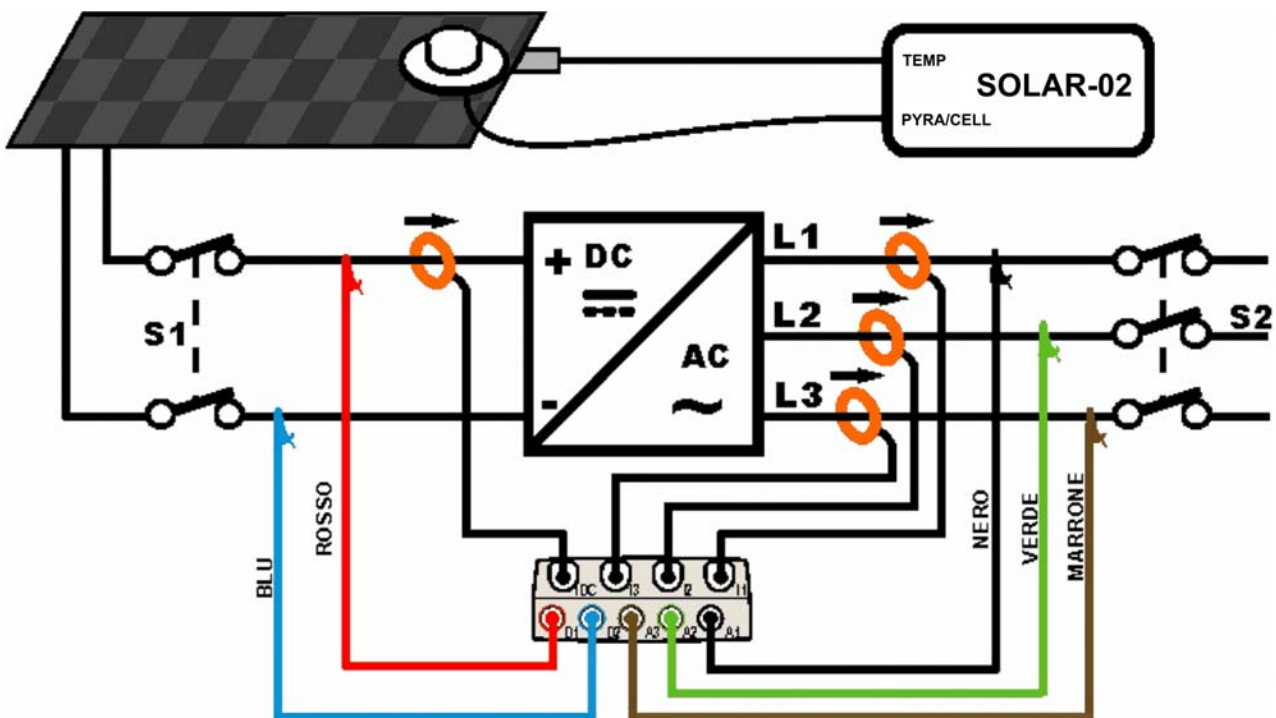

Fig. 169: Collegamento dello strumento in un sistema FV-3 con unità SOLAR-02
3. Collegare gli ingressi **D1** e **D2** rispettivamente ai poli positivo e negativo di uscita della stringa. Collegare gli ingressi **A1**, **A2**, **A3** ai conduttori di Fase rispettando i colori come mostrato in Fig. 169
4. Collegare la pinza DC sui conduttore positivo **rispettando il verso della freccia** presente sulla pinza stessa come indicato in Fig. 169. Collegare l'uscita delle pinze rispettivamente all'ingresso **IDC** dello strumento.
5. Collegare le pinze AC sui conduttore di Fase L1, L2, L3 **rispettando il verso della freccia** presente sulle pinze stesse come indicato in Fig. 169. Collegare l'uscita delle pinze rispettivamente agli ingressi **I1, I2, I3** dello strumento